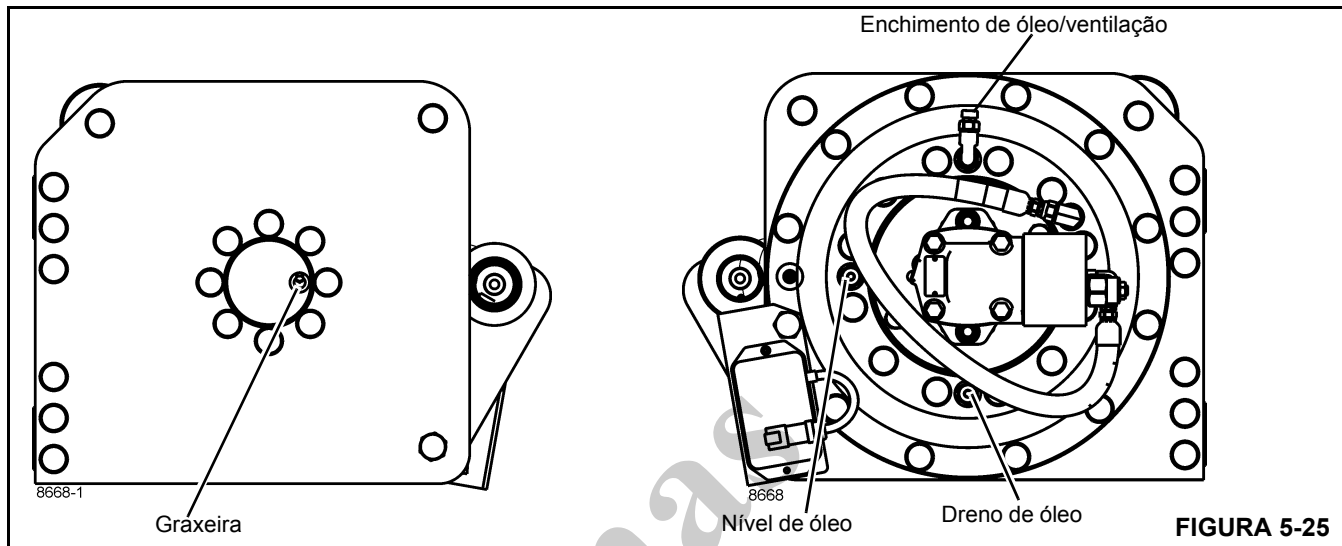

FIGURA 5-25
3. Limpe em torno do bujão de nível do óleo da caixa de engrenagens (Figura 5-25) e remova o bujão.